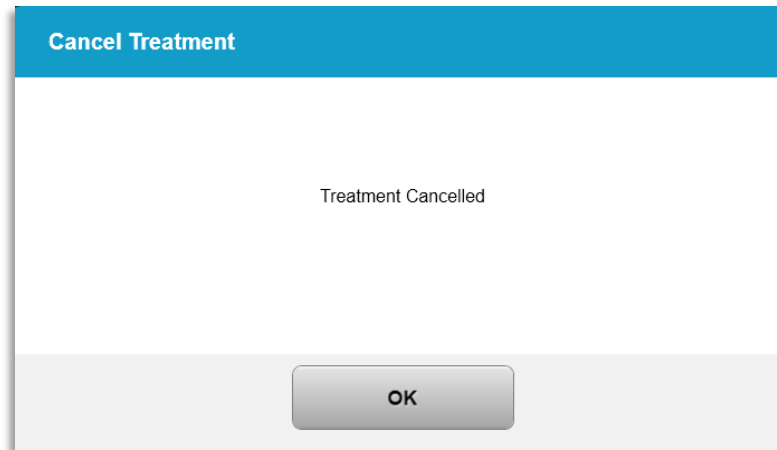

Abbildung 3-29. Behandlungsabbruch bestätigen
- Wenn der Abbruch der Behandlung bestätigt wurde, wird die Mitteilung „Behandlung abgebrochen“ (Treatment Cancelled) wie in Abbildung 3-29 auf dem Bildschirm angezeigt.